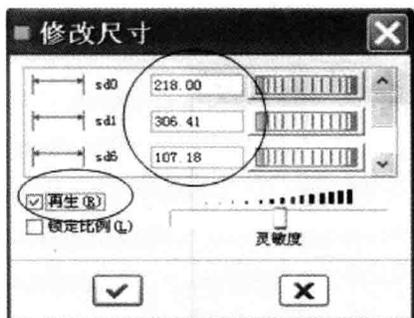
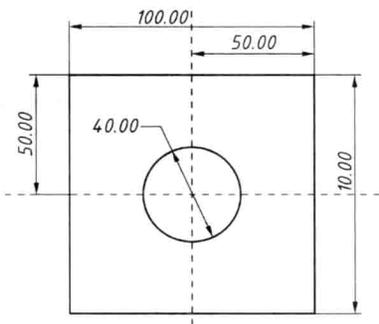

图 1-11
图 1-12
(3) 修改尺寸 按住鼠标左键，框选所有的尺寸 → 单击工具栏图标按钮  → 弹出如图 1-11 所示的“修改尺寸”对话框，取消“再生”复选框的勾选 → 依次在各尺寸文本框输入新的数值(正方形尺寸为 100 × 100, 对称布置, 圆孔直径为 $\phi 40$) → 单击对话框中  按钮，图形按新尺寸自动生成，结果如图 1-12 所示。